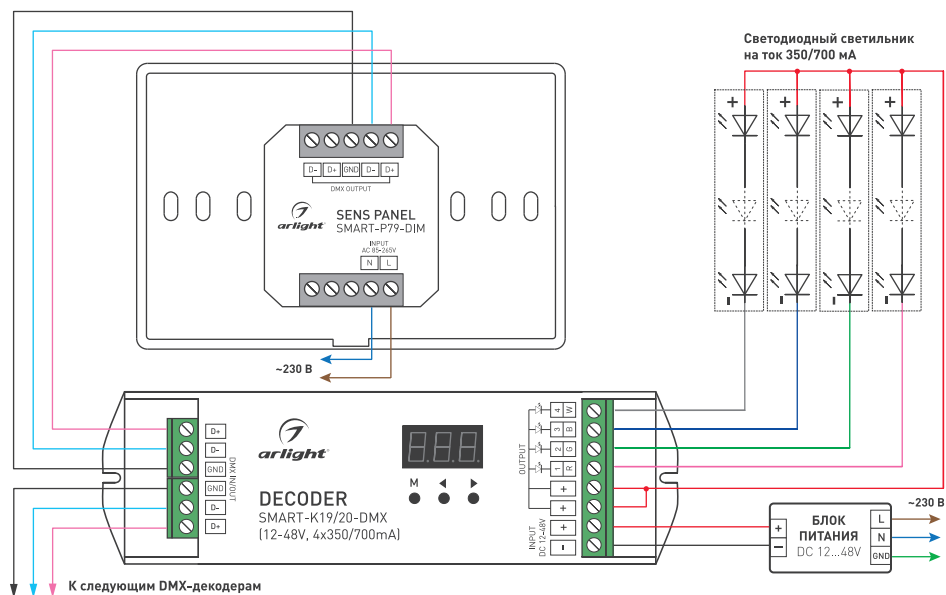

Рисунок 1. Подключение одноцветной светодиодной ленты.
3.2. Подключите оборудование согласно схеме, приведенной на Рис. 1. Соблюдайте полярность и порядок подключения проводов к клеммам.